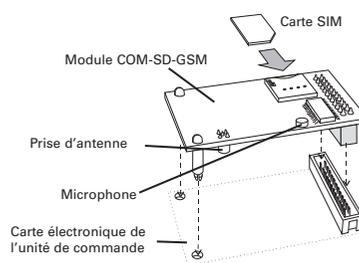

Figure 1 : Installation du module
4. Insérez une carte SIM enregistrée (Figure 1) dont le code PIN a été désactivé (le cas échéant).
5. Installez le module dans l'unité de commande (Figure 1). Si vous utilisez la carte d'adaptation, veuillez vous reporter au guide d'installation de l'adaptateur.